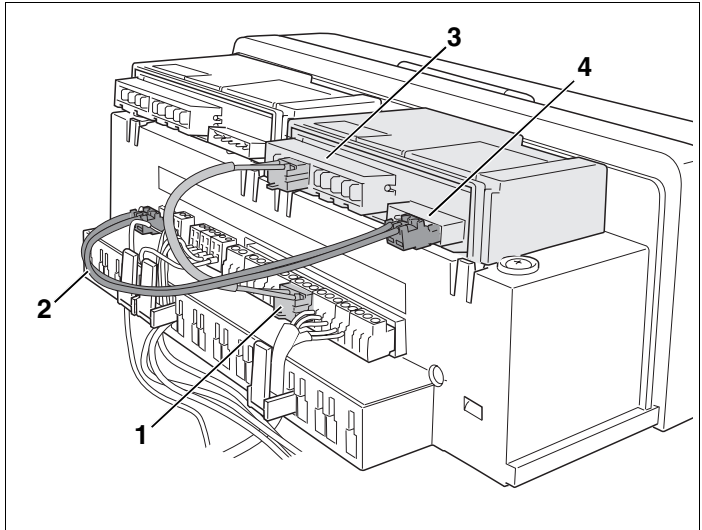

Abb. 7 Elektrischen Anschluss für erstes Funktionsmodul herstellen
- Netzanschluss- und Busleitung (Abb. 7, **Pos. 1** und **2**) vom Regelgerät des Heizkessels in die Klemmen (Abb. 7, **Pos. 3** bzw. **4**) des ersten Funktionsmodules richtig einstecken.
- Weitere Komponenten mit den Klemmen (Abb. 7, **Pos. 3** bzw. **4**) des Funktionsmodules nach Anschlussplan richtig verdrahten.
- Netzanschluss- und Busleitung (Abb. 7, **Pos. 1** und **2**) vom ersten Funktionsmodul in die Klemmen des zweiten Funktionsmodules richtig einstecken.